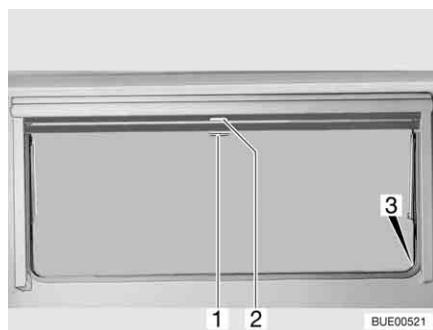

Fig. 28 Finestra apribile
- Tirare verso il basso l'oscurante a rullo accompagnandolo con la maniglia (Fig. 28,2). Quando si chiude completamente l'oscurante a rullo esso va agganciato da entrambi i lati al telaio della finestra nell'apposito elemento di fissaggio (Fig. 28,3).
- Quando l'oscurante a rullo è completamente chiuso: Spingere la maniglia (Fig. 28,2) verso il basso tirandola leggermente verso l'interno. Sganciare l'oscurante a rullo dagli elementi di fissaggio a destra e a sinistra del telaio della finestra.
- Quando l'oscurante a rullo si trova in posizione intermedia: Tirare la maniglia (Fig. 28,2) leggermente verso il basso finché l'elemento di fissaggio non si è sganciato.
Chiusura: ■ Tirare la maniglia (Fig. 28,1) della zanzariera a rullo verso il basso e agganciarla all'elemento di fissaggio (Fig. 28,3) su entrambi i lati del telaio della finestra.
Apertura: ■ Spingere la maniglia (Fig. 28,1) verso il basso tirandola leggermente verso l'interno. Sganciare la zanzariera a rullo dagli elementi di fissaggio a destra e a sinistra del telaio della finestra.